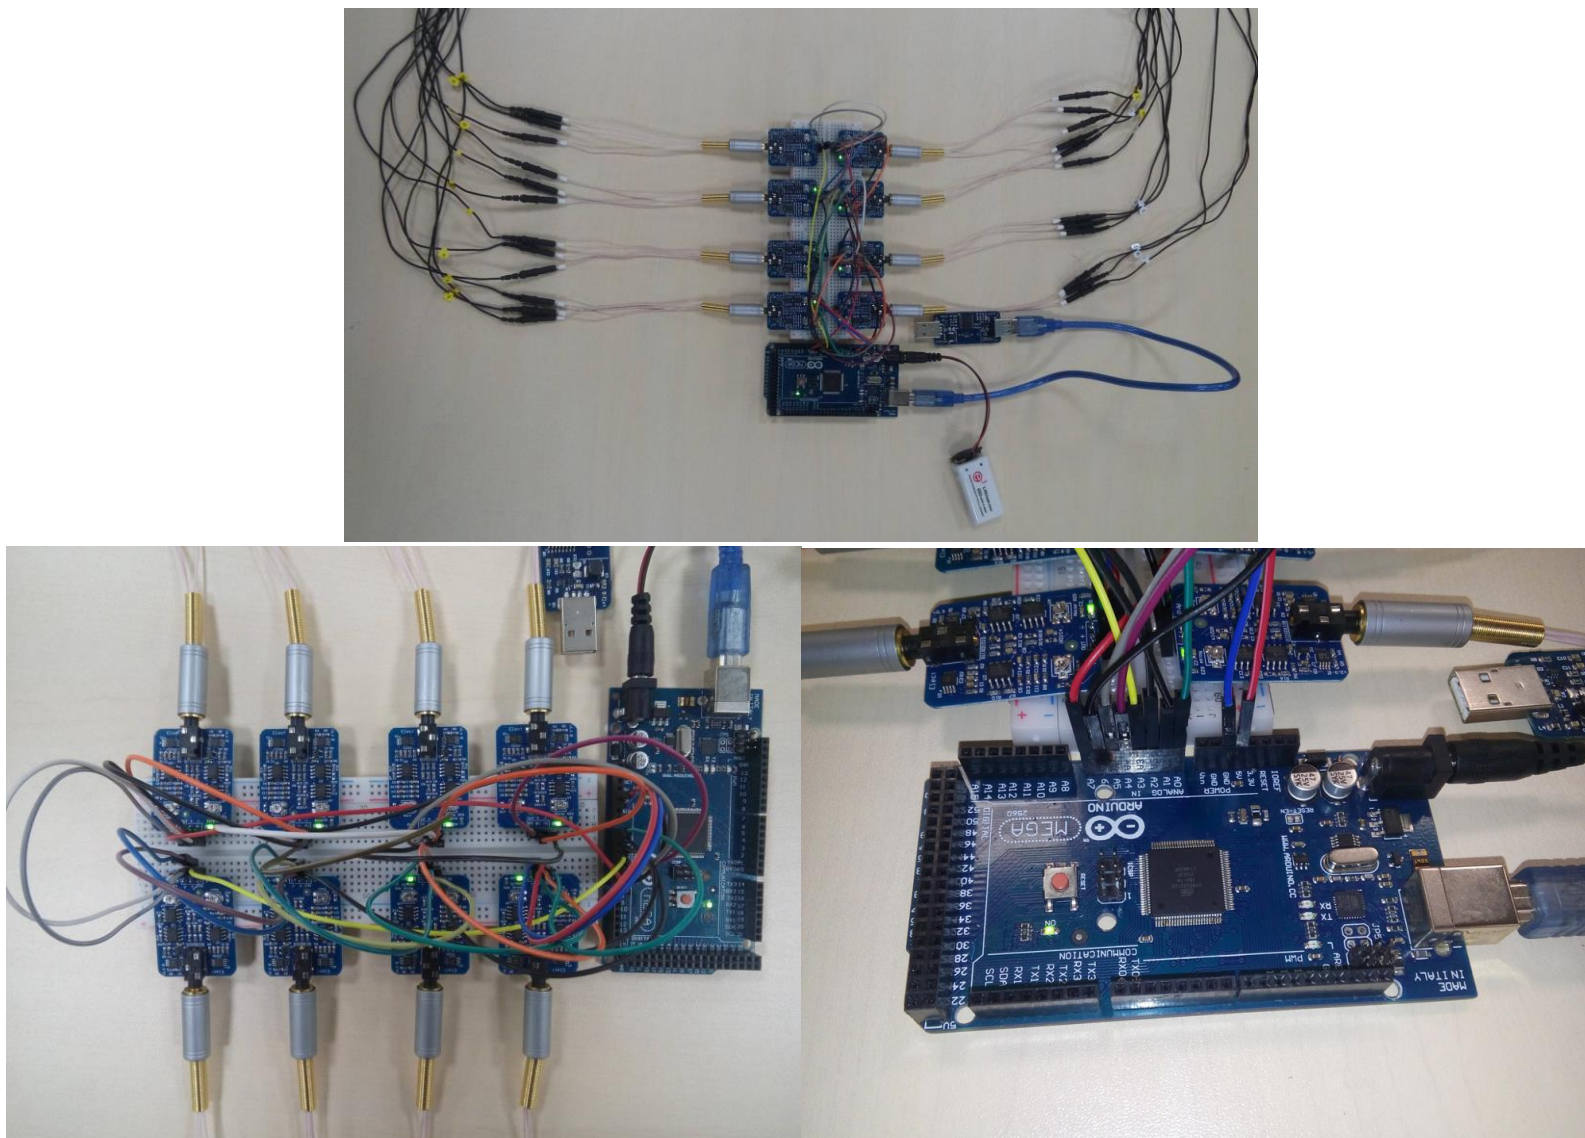

Рисунок 9 - Общий вид собранной установки
11. После выполнения вышеуказанных операций электрическая часть установки является собранной (см. рис. 9).